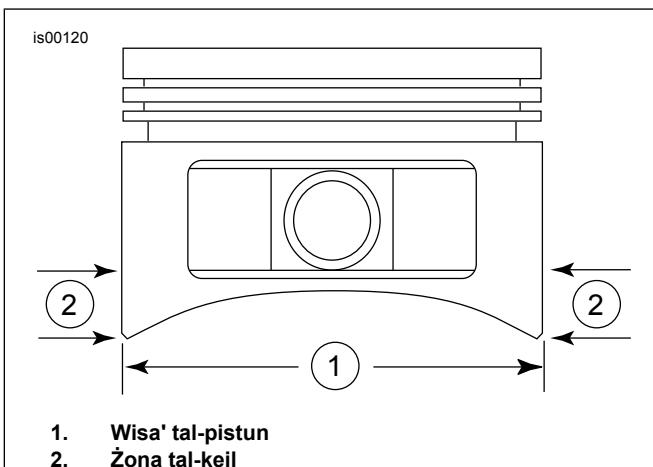

Figura 1. Kejji tal-Pistun
5. Ara Figura 1 . Kejjej il-wisa' tal-pistun (1), 90 grad orizzontalment miż-żevġ naħħat tat-toqba tal-pinn tal-pistun tat-toqba tal-pinn u f'0.285 pulzieri. I fuq (2) mill-iktar porzjon baxx tal-iskrit